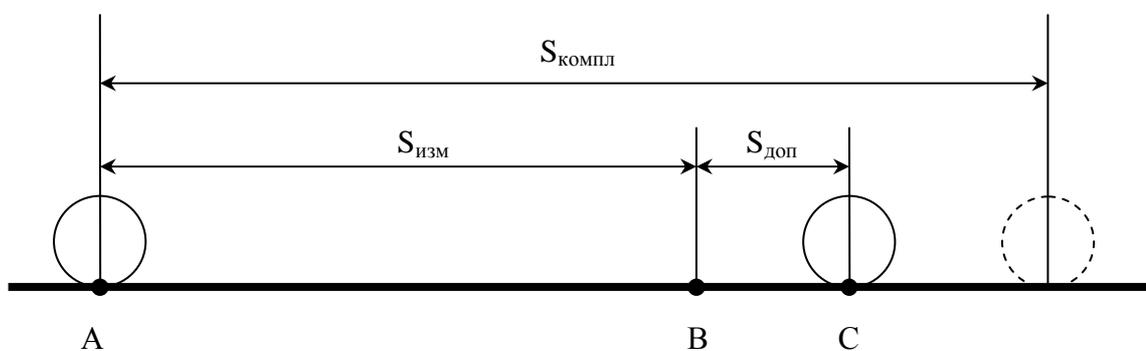

Рисунок 7-1 — Схема вычисления (корректировки) диаметра колеса ССПС (вагона-лаборатории)
8) Зафиксировать текущее значение ординаты ИВК  $S_{\text{компл}}$  (см. рисунок 7-1) в Рабочей программе, отображаемое на кнопке «Установка ординаты»  **560,598**.